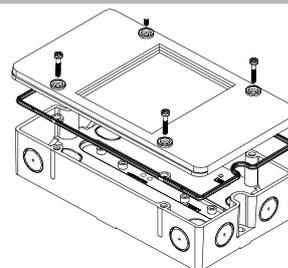

Рис. 3.2.3
5. Дополнительно закрепите крышку четырьмя винтами (рис. 3.2.3). (Только в этом случае гарантируется защита категории IP.)